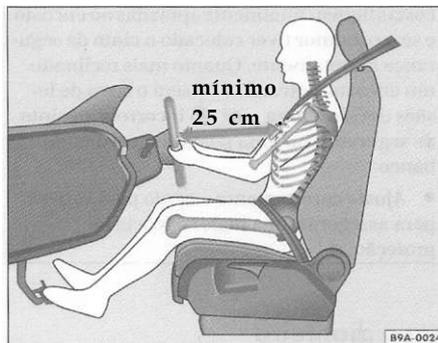

Fig. 1 A distância entre o condutor e o volante deve ser de, NO MÍNIMO, 25 cm
- Ajuste o volante de modo que a distância entre o volante e o tórax seja de, **no mínimo, 25 cm** => fig. 1.